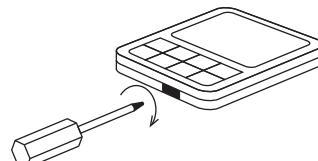

Рисунок 1
- Как показано внизу на рис. 1, используйте отвертку с плоской головкой, чтобы слегка поддеть нижний паз проводного контроллера (слишком большое усилие может повредить печатную плату), подденьте с вращением, чтобы открыть заднюю крышку.